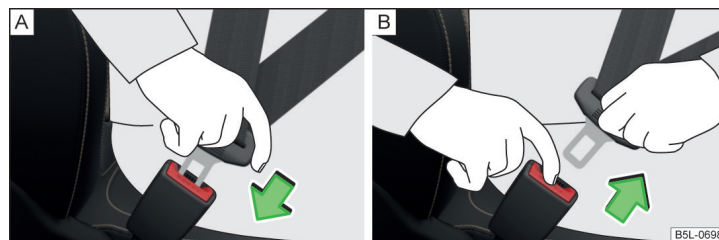

Fig. 6 Fixarea sau desfacerea centurii de siguranță
- Introduceți clema de fixare în catarama aferentă a centurii de siguranță » fig. 6 - [A] până când se fixează cu un declic.
» fig. 6 - , limba centurii sare afară.